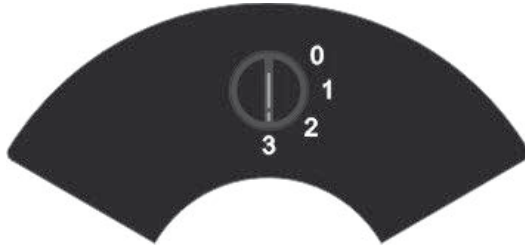

Fig. 1
- Seleccione la velocidad a la que desea que funcione el aparato, haciendo girar el selector de velocidad (Fig. 1), según los siguientes valores:
- Select the speed at which we want the device to work, by rotating the speed selector (Fig. 1), in line with the following values: